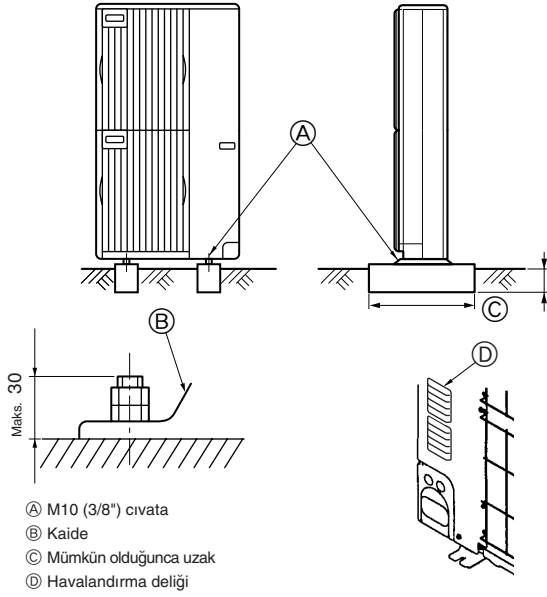

Fig. 4-1
- Ünitenin çalışması sırasında gürültü yapmaması için üniteyi mutlaka sağlam ve düz bir yüzeye monte edin. (Fig. 4-1)